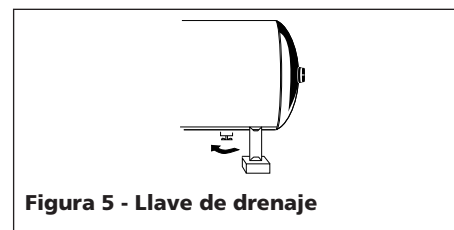

Figura 5 - Llave de drenaje
Drene el tanque (Vea la Figura 5)	●
- Abra la llave de drenaje del tanque y deje que el compresor funcione durante 60 minutos sin carga (Vea la Figura 5).